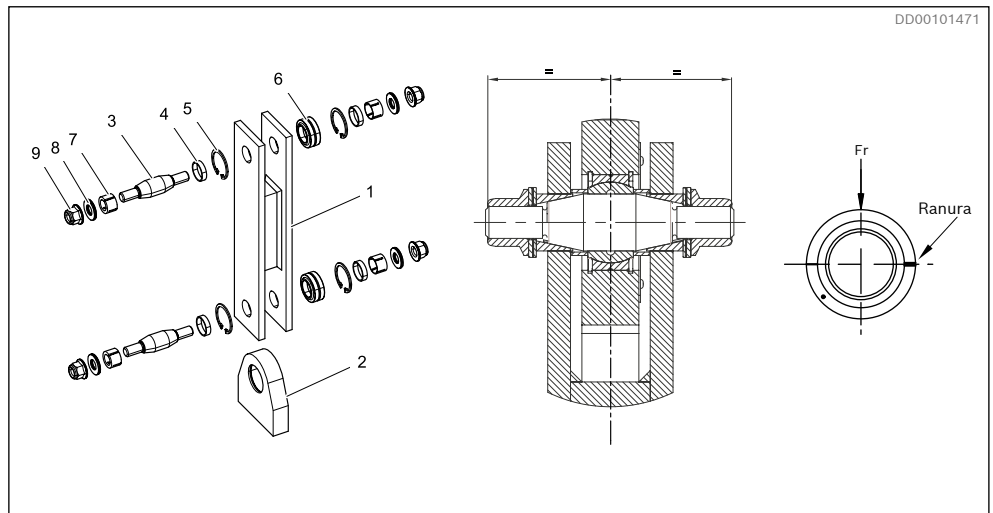

Fig. 23: Conexión articulada de alta resistencia para TC A
1. El rodamiento (6) se instalará usando un casquillo de instalación o tubo aplicado al anillo exterior del rodamiento.
2. El rodamiento (6) se instalará con la ranura del anillo exterior perpendicular a la dirección de carga. Ver Fig. 23.
3. Asegure los rodamientos (6) con los anillos de retención (5).
4. Engrase los casquillos cónicos (7) y el eje (3) con el aceite que tenga disponible, preferiblemente aceite de grafito. No engrase las roscas.
5. Inserte el eje (3) y los casquillos auxiliares (4) y coloque el eje (3) en los tubos. Asegúrese de que el eje está centrado, ver Fig. 23. Instale los casquillos (7) y después las arandelas (8) y las tuercas (9) de la cuña de bloqueo. Apriete las tuercas con 115 Nm (85 lb·ft) para TC A 0050 a TC A 0070 / 175 Nm (129 lb·ft) para TC A 0100 a TC A 0210.